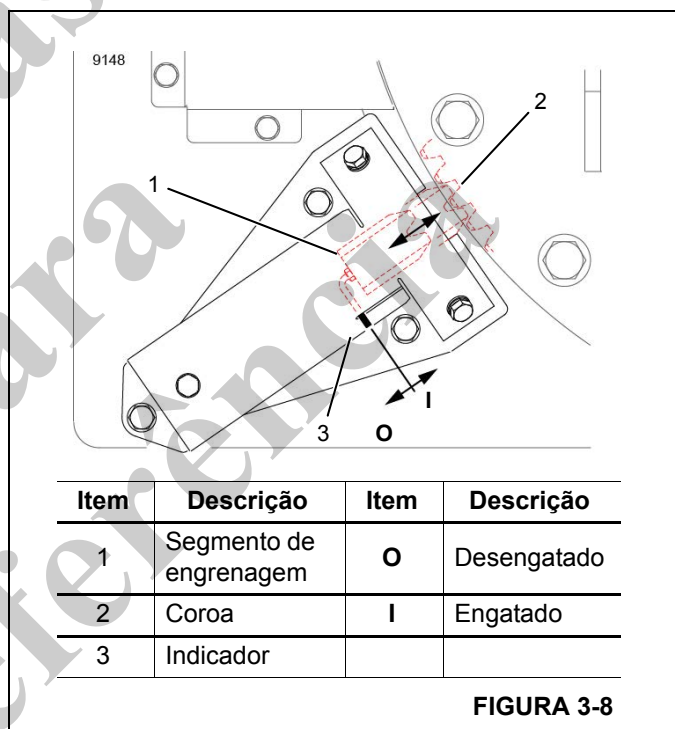

FIGURA 3-8
- **PADRÃO:** trava de giro hidráulica que trava hidráulicamente o mastro na posição. Quando esta trava de giro é engatada, a luz indicadora da trava de giro (12) acende.
- **MECÂNICA:** segmento de engrenagem (1, Figura 3-8) que engata a engrenagem de coroa (2). A trava de giro tem um indicador (3) que é visível através da janela direita da cabine.